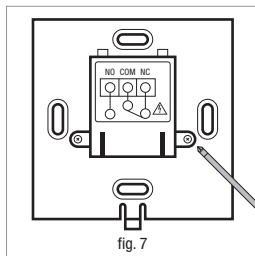

fig. 7
5. Aprire il **TERMOSTATO RIALTO** con un cacciavite a taglio (fig. 1 pag. 6) e rimuovere la protezione morsetti (fig. 7)